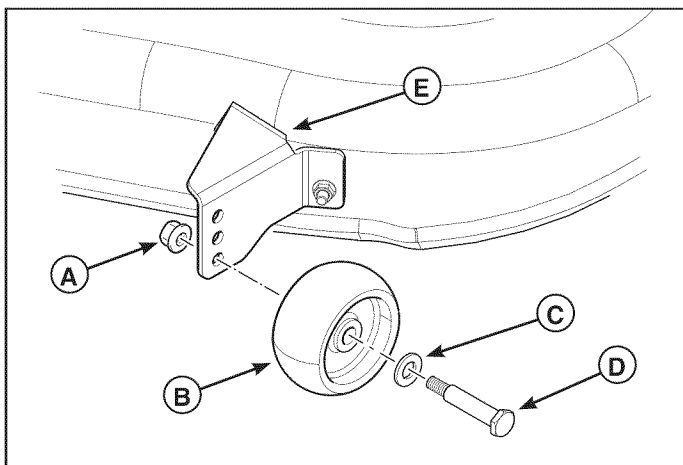

Figura 16
1. Retire la contratuerca (A, Figura 16), la rueda de calibración (B), la arandela (C) y el perno con reborde (D). Cambie la posición de la rueda calibradora a la altura deseada.
2. Inserte el perno con reborde (D) por la arandela (C) la rueda calibradora (B) y el soporte de la rueda calibradora (E). Sujétela con la contratuerca (A). Repita los pasos 1 y 2 con todas las ruedas calibradoras.